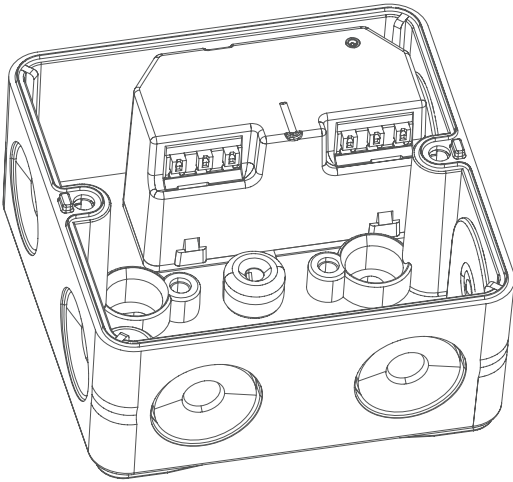

Abbildung 3
- Anschlussklemme 2 (C): „Hoch“
- Anschlussklemme 1 (D): „Runter“
- Schließen Sie den Außenleiter an die Anschlussklemme L (D) an
- Schließen Sie den Neutralleiter an die Anschlussklemme N (E) an
- Anschlussklemme S1 (G): „Runter“
- Anschlussklemme S2 (H): „Hoch“
- Setzen Sie den Aktor in eine geeignete Aufputzdose (z. B. Abox 025 oder Abox 040) (s. Abbildung 3).